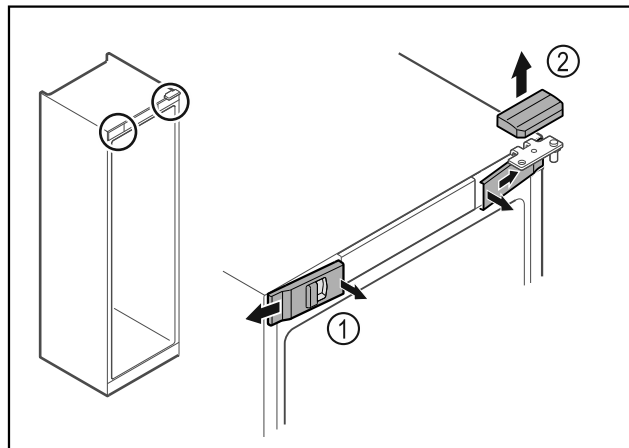

Fig. 14
- ▶ Vidinėje pusėje atfiksukite priekines dengiamąsias plokšteles Fig. 14 (1) ir nuimkite jas į šoną.
- ▶ Nuimkite viršutinę dengiamąją plokštelę Fig. 14 (2) į viršų.